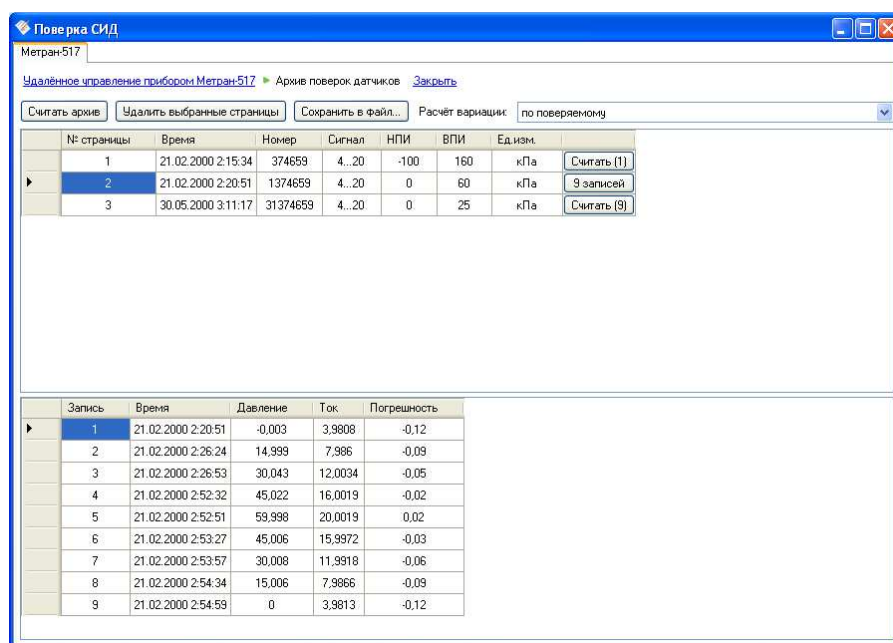

Рисунок 4.72 – Режим считывания архива проверок датчиков давления
- Архив поверок датчиков давления (см. Рисунок 4.72);
В окне программы расположены следующие компоненты (см. Рисунок 4.72):
Для считывания архива поверок из памяти калибратора следует нажать кнопку «Считать архив», после заполнения таблицы архива поверок выбрать интересующую страницу памяти калибратора (протокол поверки) и нажать кнопку «Считать» (см. Рисунок 4.72). После этого